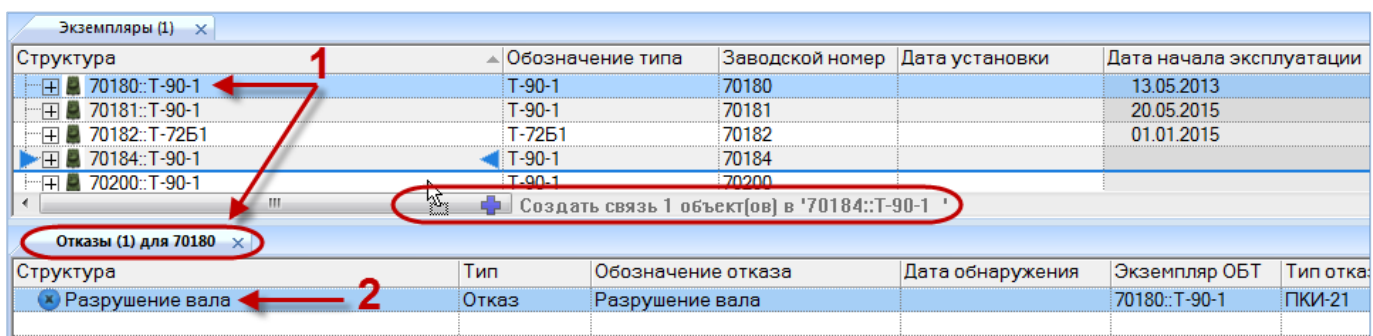

Рис. 26-14 – Переместить неисправность в окно «Экземпляры» на другой экземпляр ФИ
2) Выделить экземпляр ФИ в рабочем окне «Экземпляры» и открыть окно связанных объектов «Неисправности» для выбранного экземпляра ФИ (1 на рис. 26-14).
3) Выбрать неисправность в рабочем окне «Неисправности» для выбранного экземпляра ФИ (2 на рис. 26-14).
4) Переместить с помощью мыши неисправность в окно «Экземпляры» на другой экземпляр ФИ – появится подсказка вида «+ Создать связь X объект(ов) в ...» (3 на рис. 26-14). Отпустить кнопку мыши.